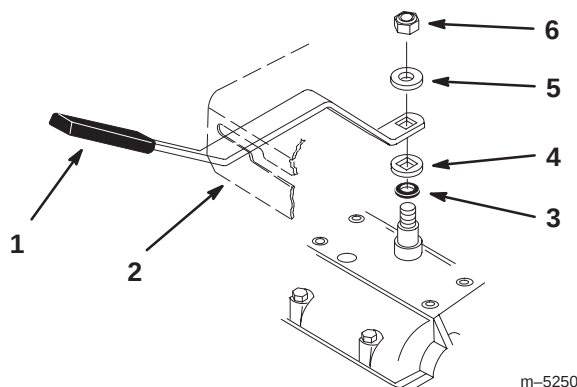

Bild 6
2. Entfernen Sie den Hebel, wenn der Abstand nicht richtig ist, und biegen Sie ihn etwas, um ihn zu justieren (Bild 6).